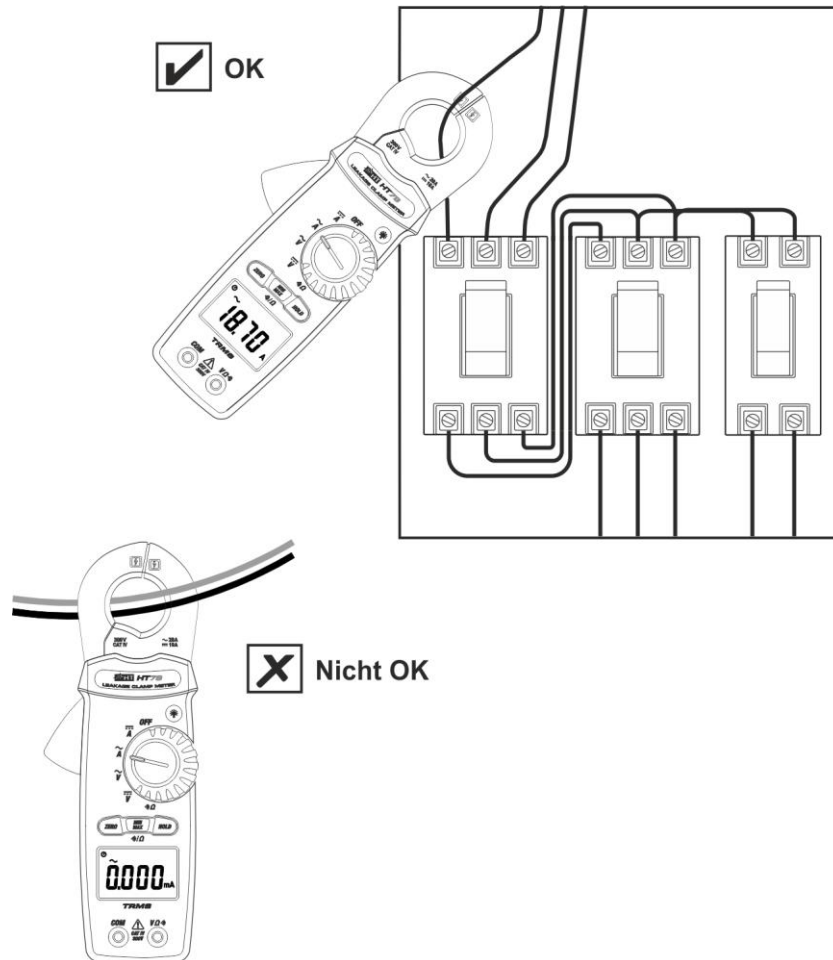

Abb. 9: Verwendung des Gerätes für Wechselstrommessung
2. Setzen Sie den Leiter ins Zentrum der Zangenöffnung (siehe Abb. 9), damit Sie eine genauere Ablesung der Messwerte erhalten (siehe Abb. 2). Der Wechselstromwert erscheint auf dem Display.